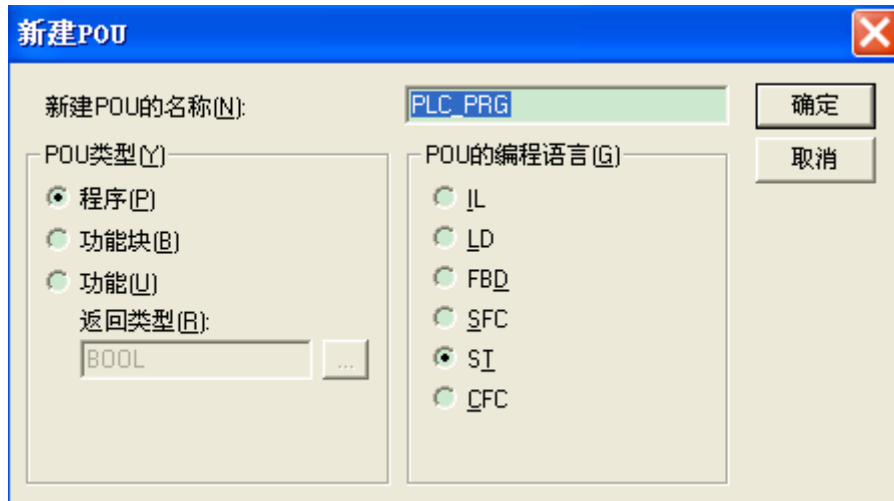

图 3-3
2) 在所有的选项卡中选择默认值，单击“确定”，弹出如图3-3 所示窗口。